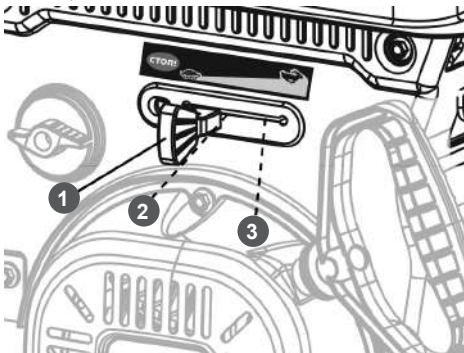

Рис. 37 Положения рычага газа
4. Переведите рычаг газа сначала в крайнее левое положение, затем в крайнее правое, после чего установите рычаг в среднее положение (Рис. 37).
рычаг газа в положение 2 (Рис. 37).
(крайнее левое) (Рис. 37).